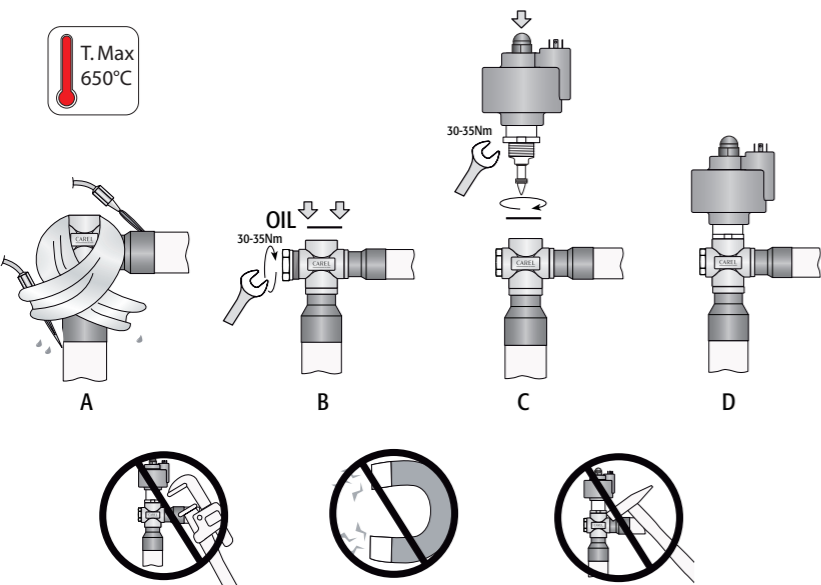

Fig.2
SALDATURA E MANIPOLAZIONE: Le valvole E⁴V devono essere saldate al circuito mediante brasatura dei raccordi in rame ai tubi di uscita condensatore (IN) e di ingresso evaporatore (OUT). Seguire la successione indicata in Fig. 2 procedendo in questo modo:
2. Avvolgere uno straccio bagnato sul corpo della valvola e procedere alla saldatura senza surriscaldarla orientando la fiamma verso l'estremità dei raccordi come da Fig. 2 A (per una migliore brasatura senza alterare la tenuta della zona di saldatura tra corpo e raccordi utilizzare lega con temperatura di fusione inferiore a 650 °C o con tenore di argento superiore del 25 %).
3. A valvola fredda, avvitare sul corpo valvola la spia di flusso all'interno dell'apposito alloggiamento filettato (in linea con il raccordo trasversale) con una chiave esagonale da 27 mm verificando la presenza dell'O-ring (OR2081 - diametro interno 20,35 mm - spessore 1,78 mm - materiale: Neoprene) che ne garantisce la tenuta ermetica. Serrare la spia fino al raggiungimento del fine corsa meccanico del filetto (Fig. 2 B), con una coppia di 30-35 Nm. **Attenzione!** Per garantire una migliore tenuta dell'assieme è consigliato l'utilizzo di O Ring in Neoprene (materiali diversi possono compromettere il corretto utilizzo dell'assieme) lubrificati con uno strato sottile di olio compatibile.
4. Utilizzare l'O-ring (OR3112 - diametro interno 28,25 mm - spessore 2,62 mm - materiale: Neoprene) presente nella confezione per poi inserirlo nell'apposita cava schiacciandolo con la pressione del dito. Verificare la corretta posizione dello stesso standone l'adesione uniforme sul fondo della sede di tenuta (Fig. 2 B).
5. Avvitare nel corpo valvola la cartuccia in acciaio sull'apposito alloggiamento filettato con una chiave esagonale da 34 mm verificando la presenza dell'O-ring sulla cava il quale garantisce la tenuta ermetica. Serrare la cartuccia portando la ghiera in battuta sul corpo valvola, con una coppia di serraggio suggerita di 30-35 Nm (Fig. 2 C). **Attenzione!** Nel caso in cui lo stelo filettato fuoriuscisse completamente dalla sede di lavoro della cartuccia procedere secondo la seguente operazione:
6. Controllare che lo stator rosso sia inserito fino a fondo corsa della cartuccia avvitando il dado nero portandolo in completa battuta fino a deformare la corona circolare in gomma dello stator (coppia di serraggio 0,8 Nm). (Fig. 2 D)
WELDING AND HANDLING: The E⁴V valves must be joined to the circuit by braze welding the copper fittings to the condenser outlet (IN) and evaporator inlet pipes (OUT). Proceed as indicated in Fig. 2.
2. Wrap a wet rag around the body of the valve and weld the fittings, without overheating the valve, aiming the flame at the end of the fittings as shown in Fig. 2 A (for better braze welding without affecting the seal of the weld between the body and the fittings, use alloys with a melting temperature of less than 650 °C or with a silver content higher than 25 %);
3. When the valve has cooled down, tighten the flow sight glass to the special threaded socket in the valve body (in line with the cross fitting) using a 27 mm Allen key, making sure the O-ring is fitted (OR2081 -inside diameter 20.35 mm - thickness 1.78 mm - material: Neoprene) to ensure hermetic tightness. Tighten the sight glass to the end of the thread (Fig. 2 B), with 30-35 Nm torque.
4. Insert the O-ring (OR3112 -inside diameter 28.25mm - thickness 2.62 mm - material: Neoprene) included in the packaging into the corresponding opening, pressing it in by finger. Check the correct position of the O-ring by making sure there is uniform adhesion on the bottom of the seal seat (Fig. 2 B);
5. Tighten the steel cartridge to the special threaded socket in the valve body using a 34 mm Hex key, making sure the O-ring is fitted to ensure hermetic tightness. Tighten the cartridge by pressing the ring against the valve body with a recommended torque of 30-35 Nm (Fig. 2 C).
6. Make sure that the red stator is fully inserted on the cartridge with the black nut screwed on tightly until deforming the rubber ring on the stator (tightening torque 0.8 Nm). (Fig. 2 D)